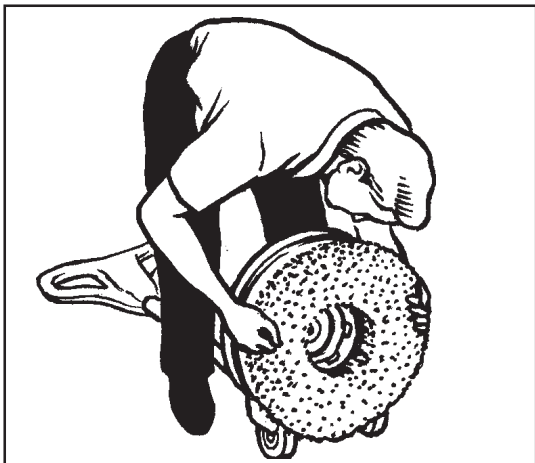

Figure 2
3. Tilt the machine backward until the handle is on the floor. See figure 2.
4. Put one foot on each side of the machine. See figure 2.
3. Vuelque la máquina hacia atrás hasta que la tobera toca el suelo. (Véase fig. 2).
4. "Cabalgando" sobre la máquina (Véase fig. 2)
3. Incliner la machine vers l'arrière jusqu'à ce que le timon touche le sol. (Voir fig.2)
4. En "chevauchant" la machine (Voir fig. 2)